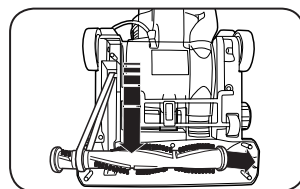

Fig. 5
4. Tirez la brosse vers l'avant (contre la traction de la courroie) et réinsérez les extrémités dans le suceur (Fig. 5) en vous assurant d'aligner l'extrémité en face de la courroie afin que les bords plats glissent correctement.